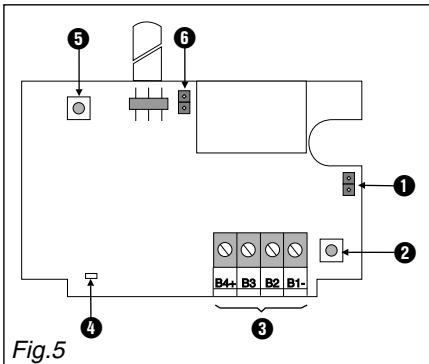

Fig.5
#### 2.3.2.1 Carte RMR 22 (fig. 5)
Bornes ② et ④ (fig. 5)